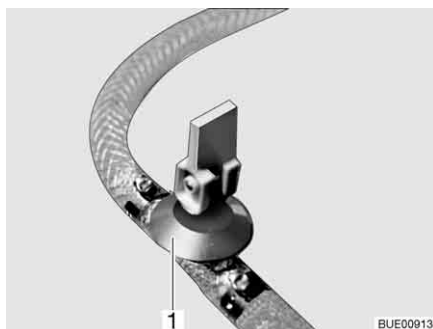
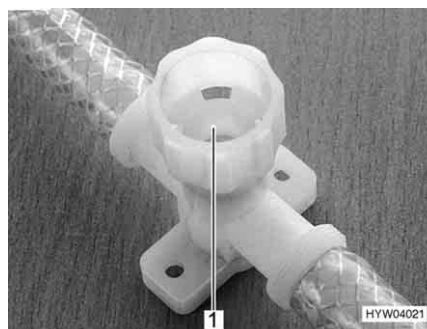

Fig. 244 Rubinetto di scarico (con leva a bilanciere)
Fig. 245 Rubinetto di scarico (con tappo a vite)
- Aprire tutti i rubinetti di scarico. Mettere la leva a bilanciere del rubinetto di scarico (Fig. 244,1) in posizione verticale o chiudere il coperchio del rubinetto di scarico (Fig. 245,1) in senso antiorario.